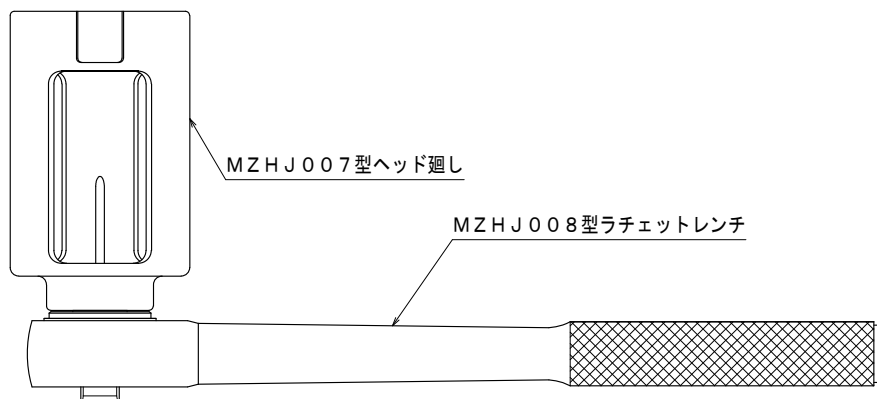

図 6. スプリンクラーヘッド取付図
- ④スプリンクラーヘッドを専用工具の奥まで差し込み、安定した状態で締め込んでください。
- ⑤過度の力でスプリンクラーヘッドを締め付けず、専用工具を使用し 150N の力を加えた時の締め付け力で締め付けてください。
- ⑥図 6 に示す施工寸法を守ってください。
(6) 保護キャップの取り外し
- ①保護キャップを手で持ち、そのまま下側にまっすぐ引き下げてください。保護キャップを斜めに引き下げると、感熱部のヒートコレクタが変形する可能性があります。
- ②シーリングプレートまたは保護カバーを取り付けるまで保護キャップは外さないでください。また、露出型で設置する場合は、工事が完了するまで保護キャップは外さないでください。